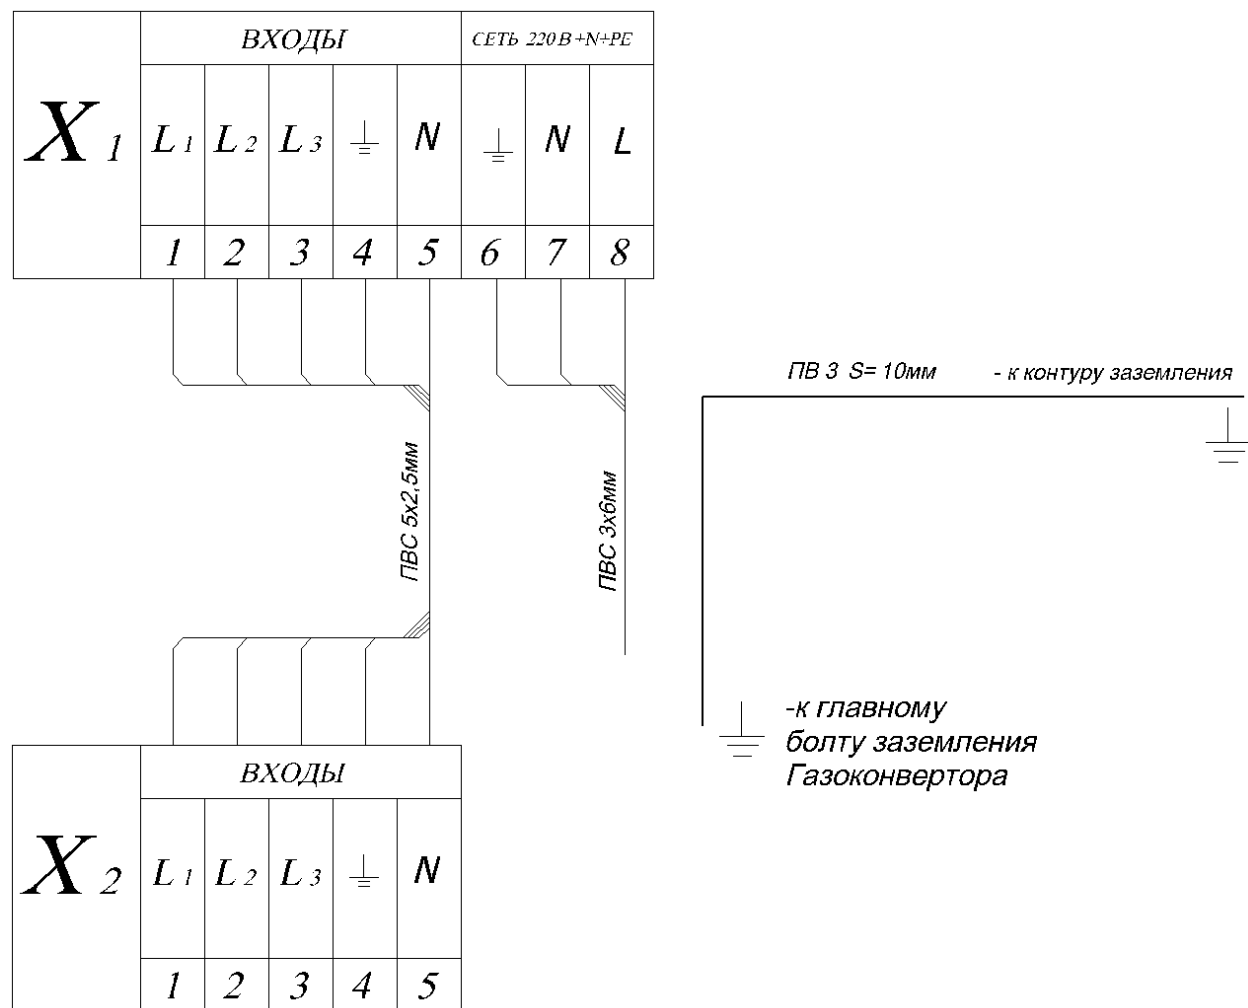

РИС.12. МЕЖБЛОЧНАЯ СХЕМА МОДУЛЯ МКО ГАЗОКОНВЕРТОРА «ЯТАГАН 3,0/МКО/ФСМ/3000/СЕ/НЖ»
7. Установить и подключить Щиты Автоматики в соответствии с рис. 11 и рис. 12 Щиты установить в помещении, подключить к сети питания 220В, 50 Гц.